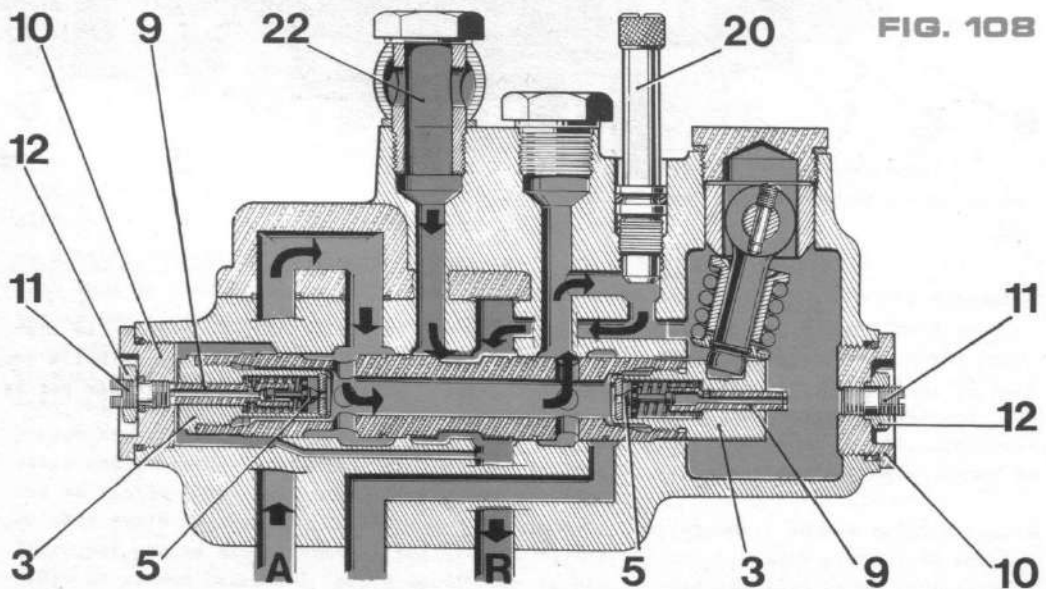

FIG. 108
c) RETRACTION DU VERIN (FIG.108)
f. réglage du système de rappel automatique. (FIG.108)